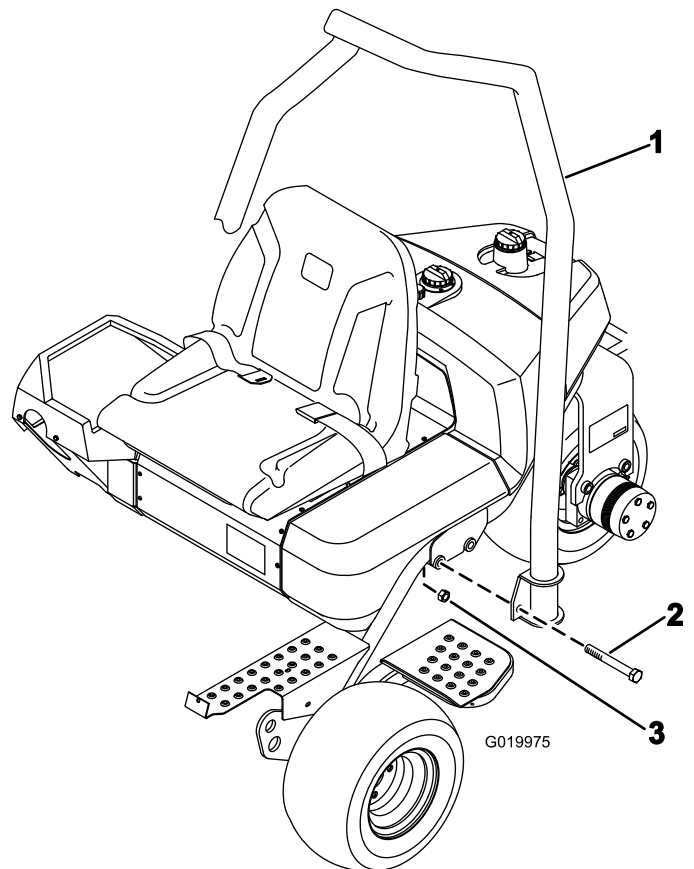

Figura 7
1. Coloque el ROPS de manera que la parte superior del tubo está curvada hacia la parte delantera de la máquina (Figura 7).
2. Baje la estructura anti-vuelco sobre el bastidor, alineándolo con los taladros de montaje (Figura 7).
- Sujete cada lado del ROPS al bastidor con 2 pernos (5/8 x 4-1/2 pulgadas) y contratuercas, según se muestra en Figura 7. Apriete a 183–223 Nm.